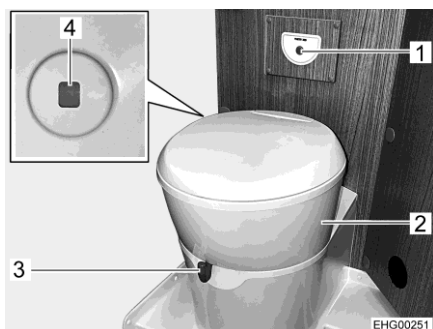

Bild 77 Toalett
Toalettskålen kan vridas till önskad position. Ta tag i toalettens överdel (Bild 77,2) med händerna och vrid.
Kontrollenheten med spolknappen (Bild 77,1) är placerad i närheten av toalettskålen.
- Öppna spjället på toaletten före spolning. Skjut för detta spjällspaken (Bild 77,3) moturs.
- För att spola, tryck på den blå spolknappen (Bild 77,1).
Nivåindikeringen (Bild 77,4) ändrar färg från grönt till rött när latrintanken måste tömmas.